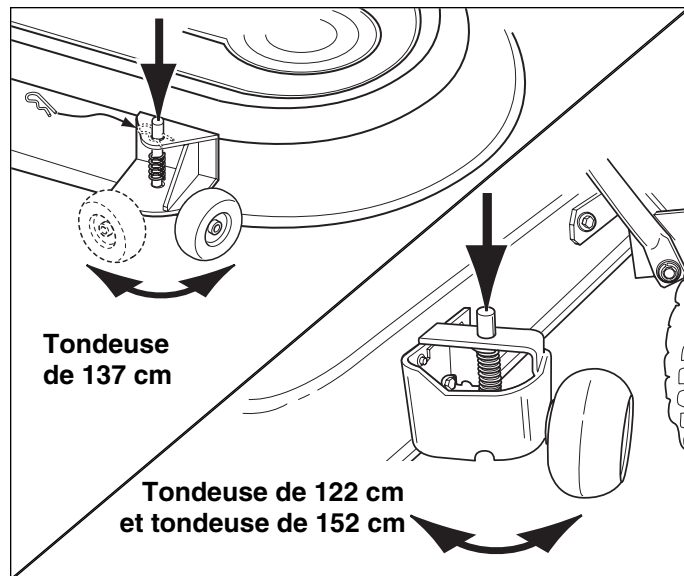

Figure 5. Pivotement des roulettes-guide
5. Faire passer les deux roulettes-guides avant de la position de tonte à la position de glissement en appuyant sur le haut de l'axe et en les faisant pivoter (voir la figure 5).
5. Retirer l'agrafe en épingle à cheveux, appuyer sur le dessus de l'axe et faire tourner la roulette-guide en position de roulement (voir figure 5). Remplacer l'agrafe en épingle à cheveux.
16. Faire passer les deux roulettes-guides avant de la position de glissement à la position de tonte en appuyant sur le haut de l'axe et en les faisant pivoter (voir la figure 5).